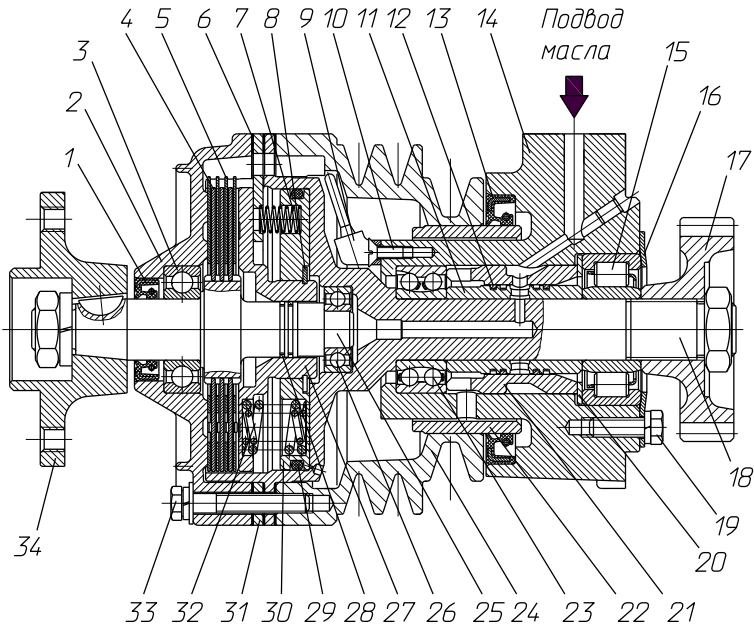

Рис. 123. Привод вентилятора
5. Отвернуть болты крепления и снять с привода крышку 2 (см. рис. 123) в сборе со ступицей и ведомым валом 25, извлечь из ведущего вала 18 пакет ведущих и ведомых дисков 4 и 5, а также поршень 30 в сборе с упором 31 и нажимной обоймой 27.
4. При сборке пакета фрикционных дисков чередование ведущих и ведомых дисков должно быть таким, как изображено на рис. 123. При этом ведущие диски необходимо устанавливать так, чтобы направление отжимных усов было против часовой стрелки, если смотреть на привод со стороны ступицы вентилятора.